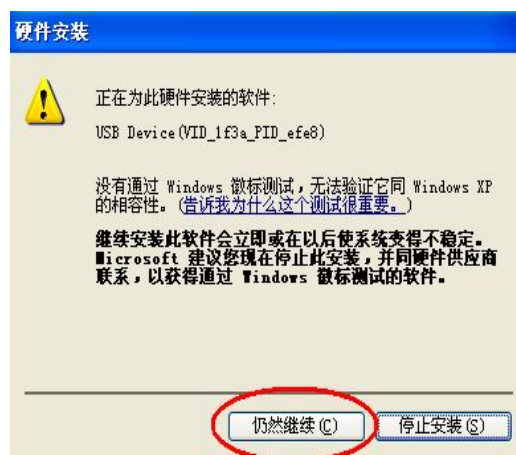

图 1.3
注意：在运行安装过程中可能会出现如图 1.3 所示，请选 **仍然继续 (C)**。